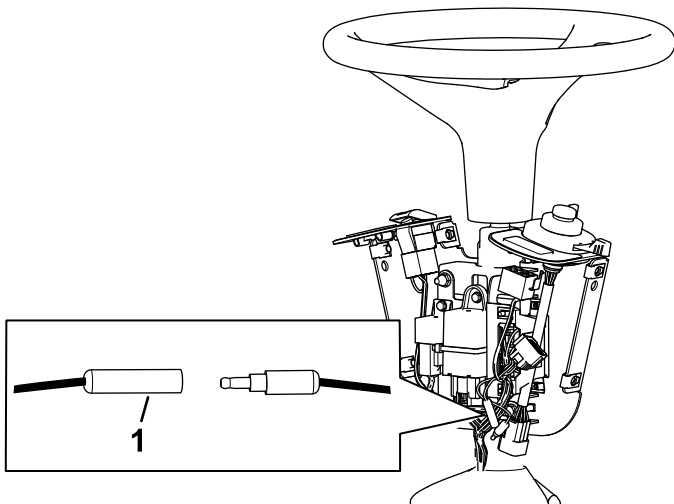

**Figuur 9**
8. Maak de bouten rond de basis van de stuurkolom los (Figuur 9).
9. Breng de basis omhoog en boor een gat van 22 mm zoals getoond in Figuur 9.